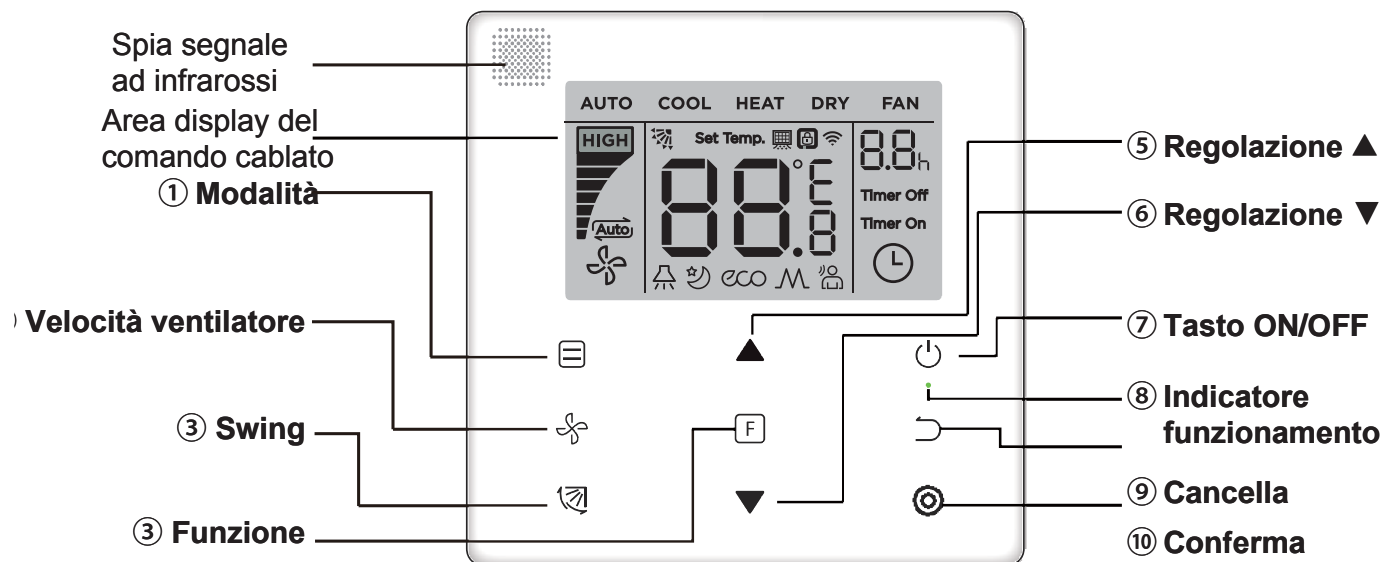

fig. 16
8.7 ASPETTO DEL COMANDO REMOTO A CAVO (FIG. 16)
8.7 WIRED REMOTE CONTROLLER OUTLOOK (FIG. 16)